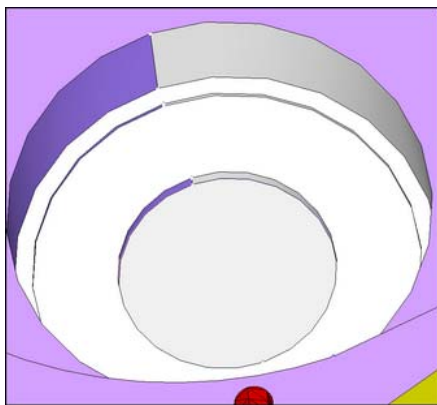

图 5-128 用户自定义特征 TopHole
(5) 单击 move 按钮，然后单击 return 按钮。
(6) 单击  按钮。
- (7) 在弹出的 Define New 窗口中输入 TopHole，然后单击 OK 按钮。
- (8) 选择模型顶部大型圆孔结构中的曲面，如图 5-128 所示。